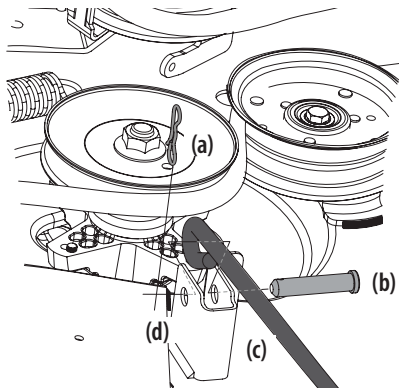

Figure 46
- b. Retirez la troisième goupille papillon (a) de l'axe de chape (b) qui fixe la tige de commande du plateau avant (c) au support de levage du plateau avant (d). Retirez l'axe de chape (b). Consultez la Figure 46.